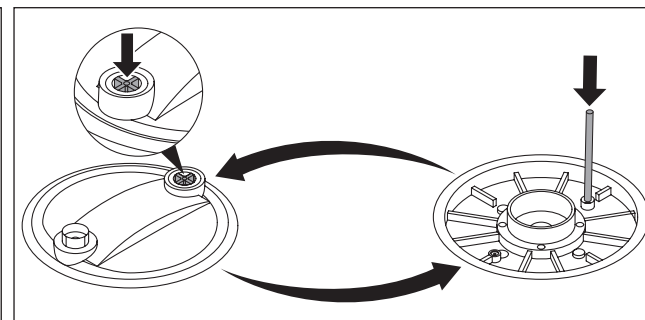

Abbildung 7
- > Drücken Sie das weiße Kunststoffventil von innen nach außen mit einem stumpfen Gegenstand heraus. (Abbildung 7)
- > Schließen Sie den Feinfilter (5) wieder.